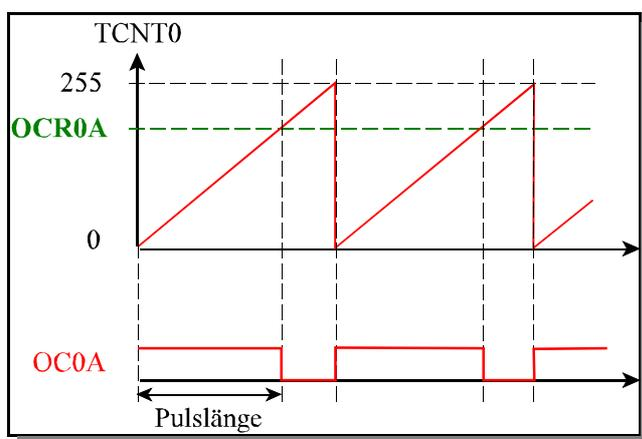

Abbildung 1
- die Pulse am Ausgang OC0A wie in Abb. 1 (und nicht umgekehrt) gebildet werden,